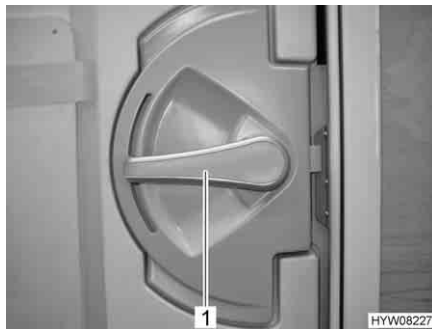

Bild 31 Dörrlås ingångsdörr, insida
- Öppna:** ■ Tryck ner dörrhandtaget (Bild 31,1).
- Låsa:** ■ Vrid dörrhandtaget (Bild 31,1) ca 45° uppåt och låt det vara kvar i det läget.